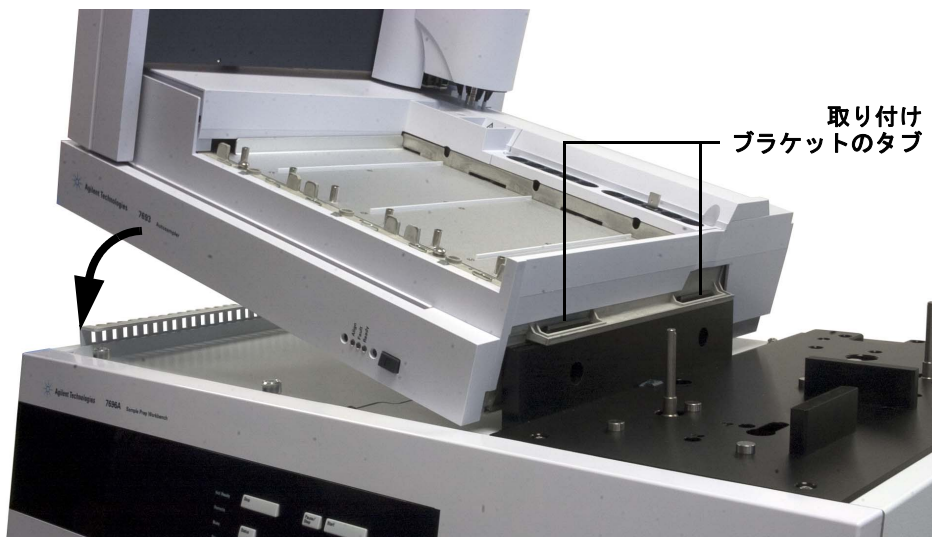

図 12 サンプルトレイをメインフレームに取り付ける
- 1 両手でサンプルトレイをメインフレームベース上に慎重に下ろします。サンプルトレイ取り付けブラケットのタブをメインフレームの取り付けブラケットにそろえます (図 12)。ブラケットの下方のタブがメインフレーム取り付けブラケットのフィッティングに入る角度にサンプルトレイを下ろします。サンプルトレイ取り付けブラケットのタブがメインフレームの取り付けブラケットにそろっていることを確認します。